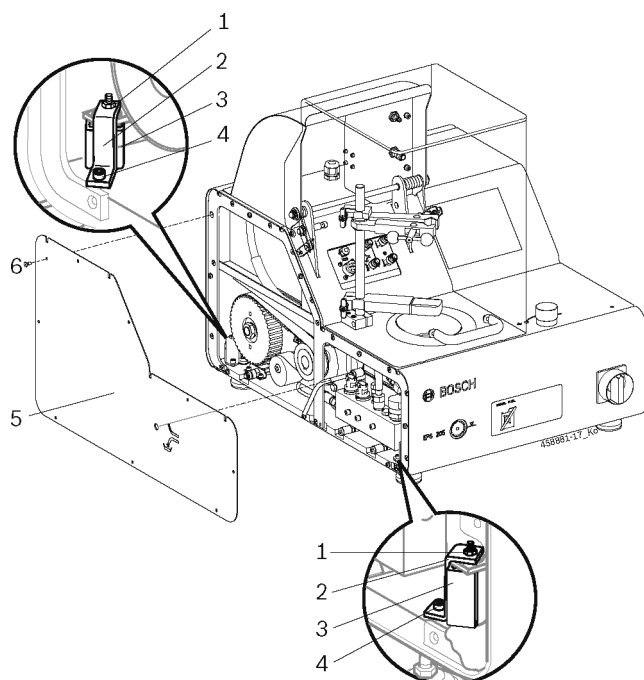

Рис. 36. Снятие транспортировочных защитных приспособлений
1. Выверните болты (8 шт.), фиксирующие левую крышку корпуса (рис. 36, поз. 6).
2. Снимите крышку корпуса (рис. 36, поз. 5).
3. Отверните шестигранные гайки (2 шт.) транспортировочных защитных приспособлений (рис. 36, поз. 1).
4. Выверните болты (2 шт.) транспортировочных защитных приспособлений (рис. 36, поз. 4).
5. Снимите транспортировочные защитные приспособления (2 шт.) (рис. 36, поз. 2 и 3).